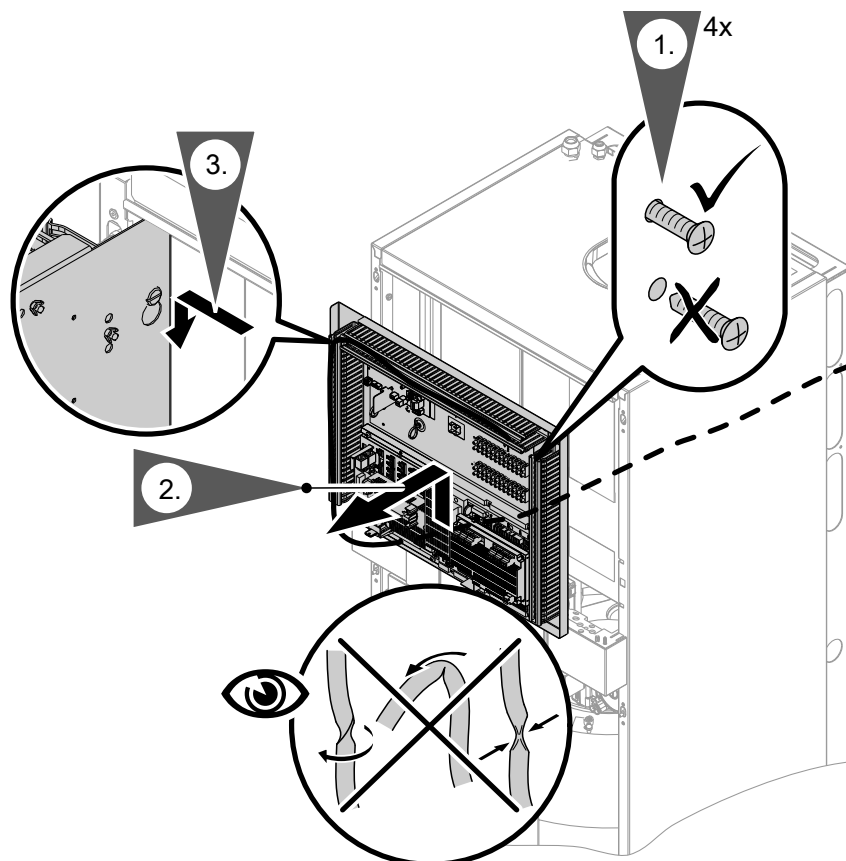

Abb. 59
2. Regelungsblech in Serviceposition bringen: Siehe Abb. 59.